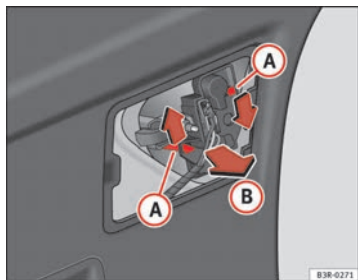

Fig. 235 Desmontar el portalámparas
- Haga presión sobre las lengüetas A ⇒ fig. 235 en el sentido de las flechas y extraiga el portalámparas tirando en el sentido que indica la flecha B.